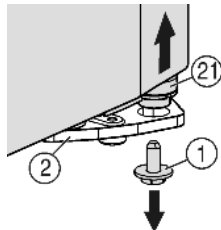
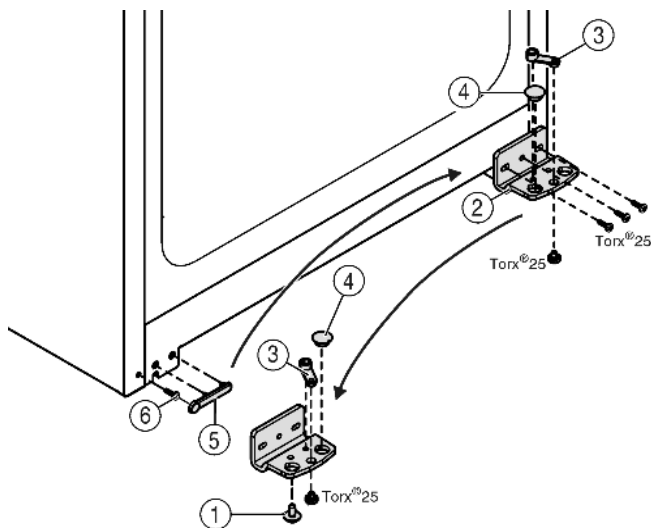

Fig. 5
Fig. 6
- ▶ Долу вдясно на лагерната стойка отвийте осигурителния винт Fig. 5 (1).
- ▶ Лагерният болт Fig. 5 (21) се освобождава от лагерната стойка Fig. 6 (2).
- ▶ Ако лагерният болт Fig. 5 (21) не се освободи, избутайте болта отдолу.
- ▶ Свалете лагерната стойка Fig. 6 (2).
- ▶ Развийте лагерния детайл Fig. 6 (3) и поставете в срещуположния поемащ отвор на лагерната опора, завийте отново.
- ▶ Извадете тапите Fig. 6 (4) от лагерната опора и ги преместете в срещуположния поемащ отвор на лагерната опора.
- ▶ Внимателно повдигнете покритието Fig. 6 (5) откъм дръжката.
- ▶ Развийте винта Fig. 6 (6) и го завинтете от другата страна.
- ▶ Поставете отново капака Fig. 6 (5).
- ▶ Завийте отново **здрово (с 4 Nm)** лагерната стойка Fig. 6 (2) от новата страна на шарнира, при нужда с помощта на акумулаторна отвертка.
- ▶ Завийте осигурителния винт Fig. 5 (1) долу в лагерния болт и го затегнете (с 4 Nm).